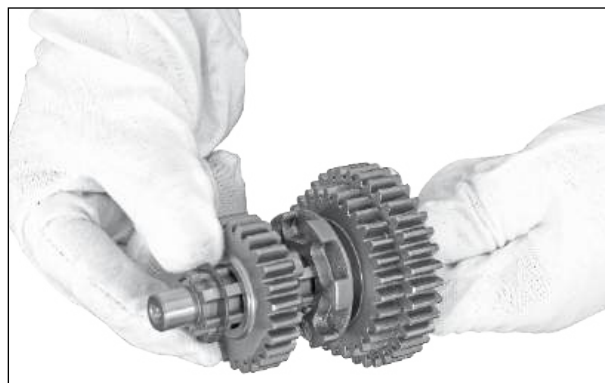

Fig. 3.145
- Remova o calço do eixo de acionamento. (Fig. 3.145)